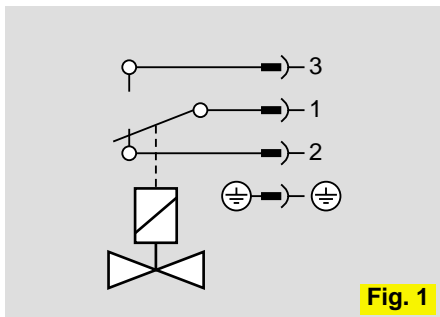

Fig. 1
- mit Meldeschalter (VS..S) Fig. 1
- mit Meldeschalter mit Goldkontakt (VS..G) Fig. 1
- with position indicator (VS..S) Fig. 1
- with position indicator with gold contact (VS..G) Fig. 1